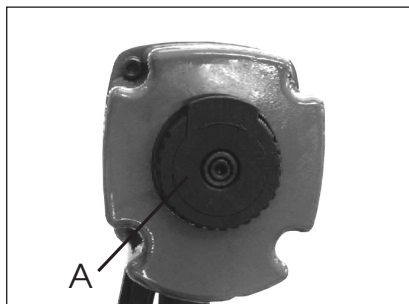

Рисунок 5
4. Отрегулируйте отвод отработанного воздуха при помощи дефлектора А (рис.5). Регулируемый дефлектор может быть повернут рукой в любом желаемом направлении без применения инструментов. Отработанный воздух должен быть направлен в сторону от оператора.